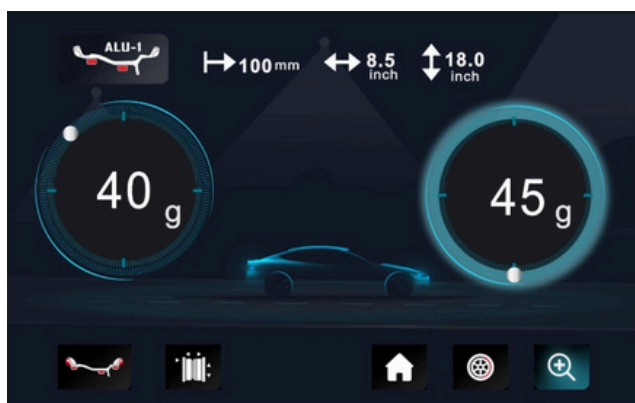

Fig. 6
4.2.5. Premir , os ecrãs com LEDs direitos acesos indicam a posição angular correta onde montar os contrapesos, Posição de 6 horas no exterior, como na Fig.6, adicionar o contrapeso.